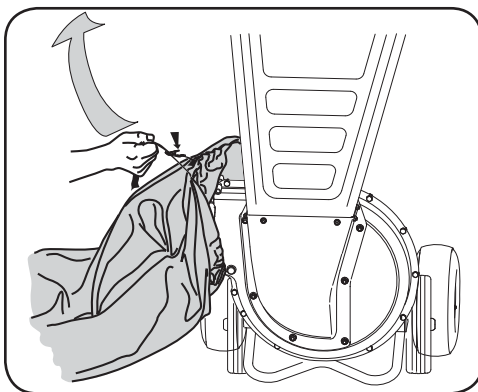

Figure 2-2
1. Placez l'ouverture du sac sur le déflecteur de la goulotte. Voir Figure 2-2.